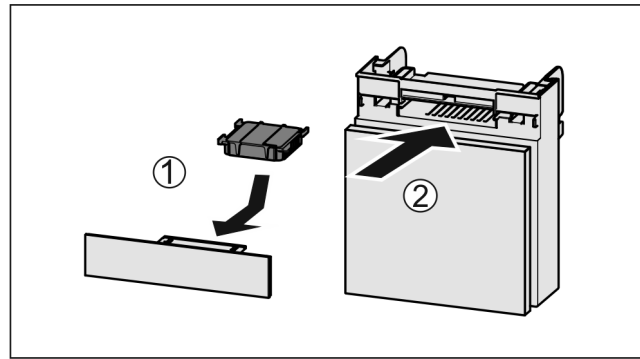

Fig. 99
- ▶ Introduzca el compartimiento Fig. 99 (2).